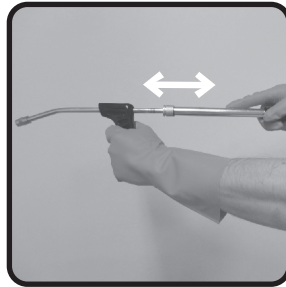

fig. 22
15. Para pulverizar, movimentar a lança e a haste em sentido vai e vem, conforme fig. 22.